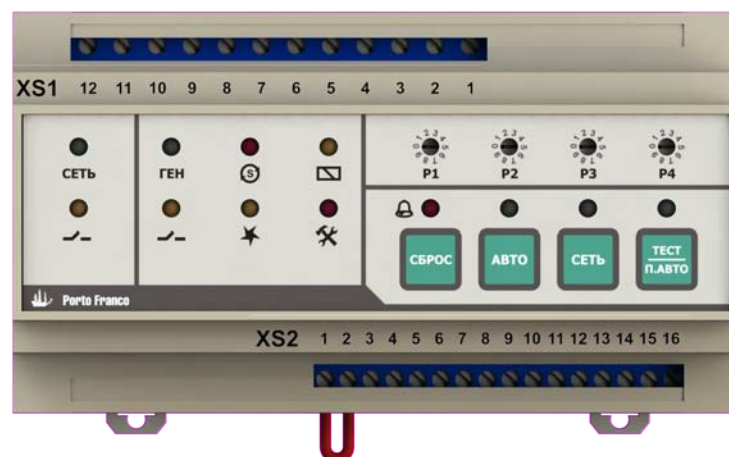

Рис. 5.2. Конфигурация контроллера
5.2.5 Контроллер может быть сконфигурирован для работы как с однофазной, так и с трёхфазной внешней электрической сетью. Конфигурация выполняется с помощью переключки между контактами 1 и 2 клемм XS2 (рис. 5.2). Если переключка установлена, то контроллер будет работать с трёхфазной электрической сетью, а если не установлена, то – с однофазной (только L1-N). По умолчанию переключка установлена.